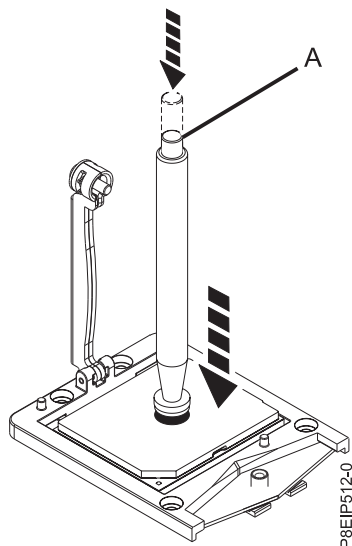

図 66. システム・プロセッサ・モジュールへの真空ペンのロック
8. 真空ペン・ツールをシステム・プロセッサ・モジュールの上を下ろします。ペン (A) の上部を完全に押し込み、ペンをプロセッサ・モジュールの中央に保持します (図 66 を参照)。ペンの上部を放して、ペンをプロセッサ・モジュール上に固定します。